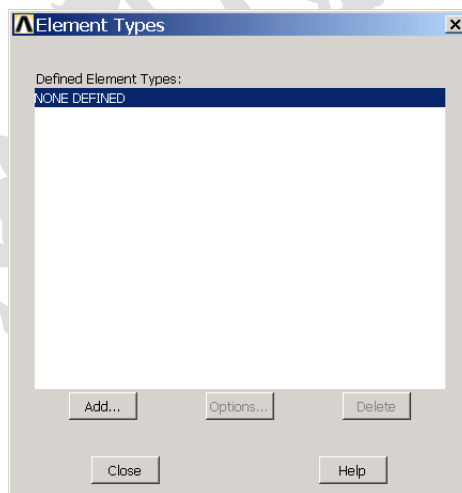

图2.36 单元类型对话框
(2) 单击 Main Menu> Preprocessor> Element Type> Add/Edit/Delete 菜单, 弹出如图 2.36 所示的对话框。
说明：图 2.36 所示的对话框左侧列表框中显示的是单元的分类，右侧列表框为单元的特性和编号，选择单元时应该先明确自己要定义的单元类型，如此例中的 Shell，然后就很容易从右边的列表框中找到合适的单元了。